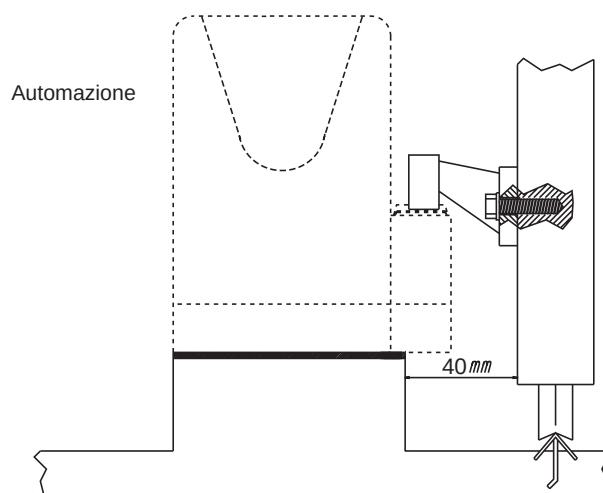

Fig. 3
N.B. La contropiastra deve essere murata o fissata seguendo scrupolosamente le misure indicate in fig. 3 per garantire il corretto ingranamento tra il pignone del motoriduttore e la cremagliera.
- Posizionare il motoriduttore rispettando le misure indicate nella Fig. 3. Appoggiare il motoriduttore sulla contropiastra in modo che le viti, M8x30, entrino nei due fori di fissaggio della fusione e fissare i dadi preceduti da una rondella piana ed una dentata, vedi Fig. 4B particolare E.